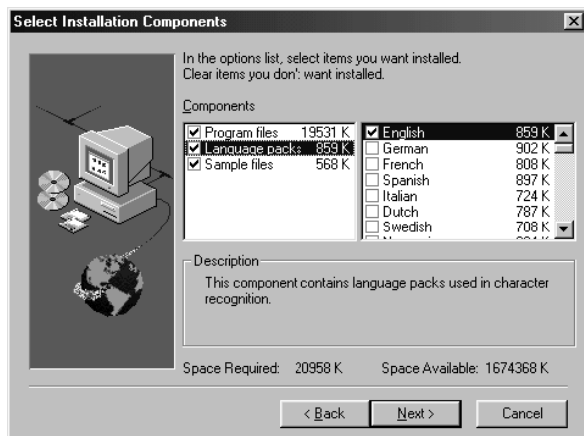

Figura 30: Selezione delle lingue
- Fare clic su 'Next' per continuare con l'installazione. Viene visualizzata una finestra come quella riportata in Figura 30.
- Fare clic su 'Language packs' per selezionare le lingue da utilizzare (vedere la Figura 30).